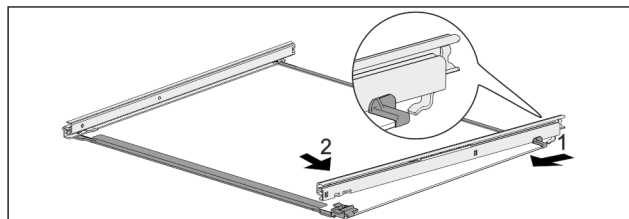

Fig. 53 Стеклянная пластина с направляющими
- ▶ Зацепите направляющую сзади. Fig. 53 (1)
- ▶ Защелкните направляющую спереди. Fig. 53 (2)